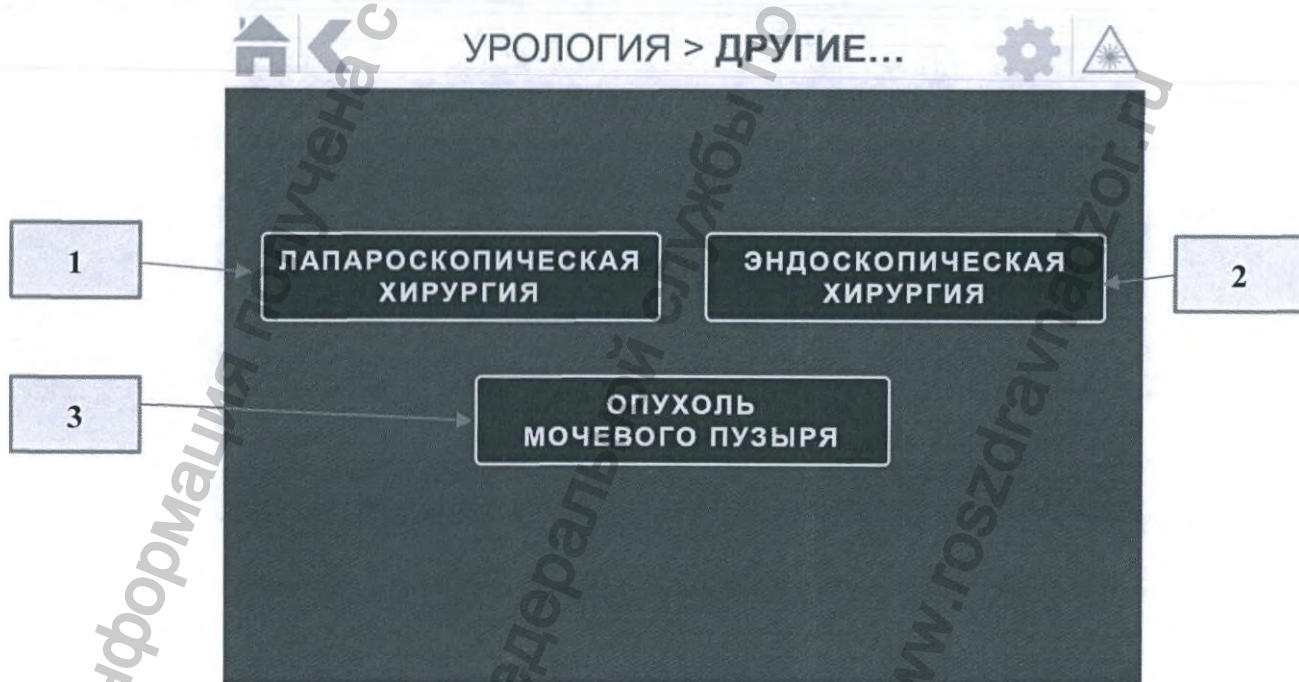

Рисунок 21. Экран списка процедур при выборе «ДРУГИЕ...»
При выборе (1) или (2) (рис. 23) откроется окно установки параметров лазерного излучения (аналогично, как и для режимов «Энуклеация» (рис. 20) или «Вапоризация» (рис. 21) при ДГПЖ).